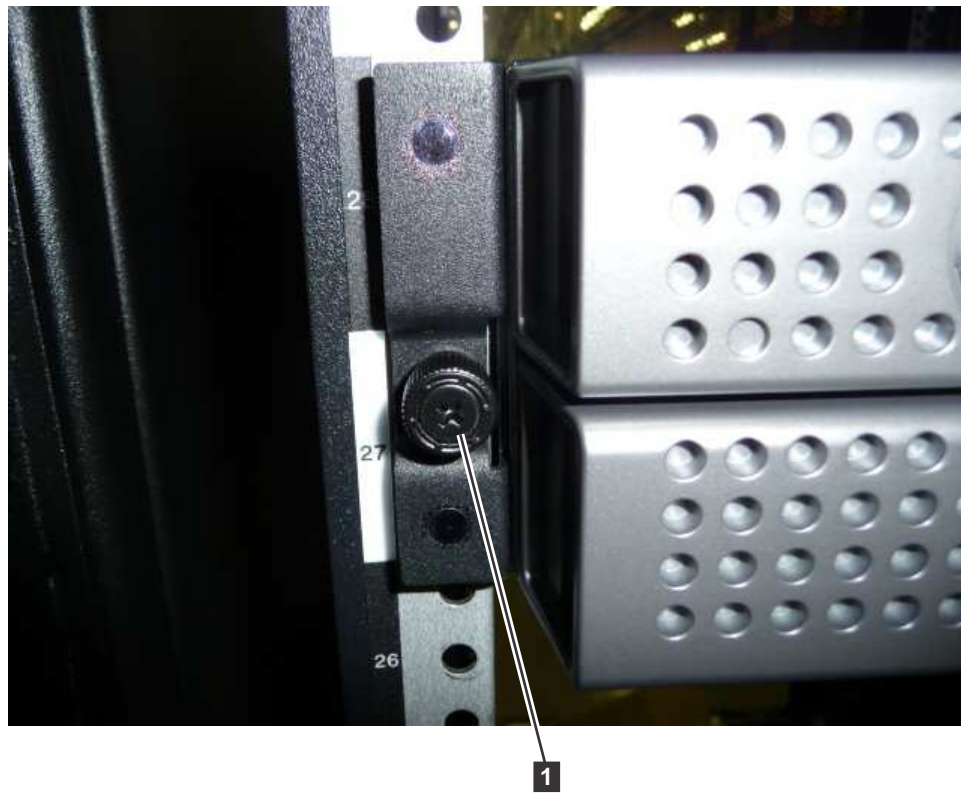
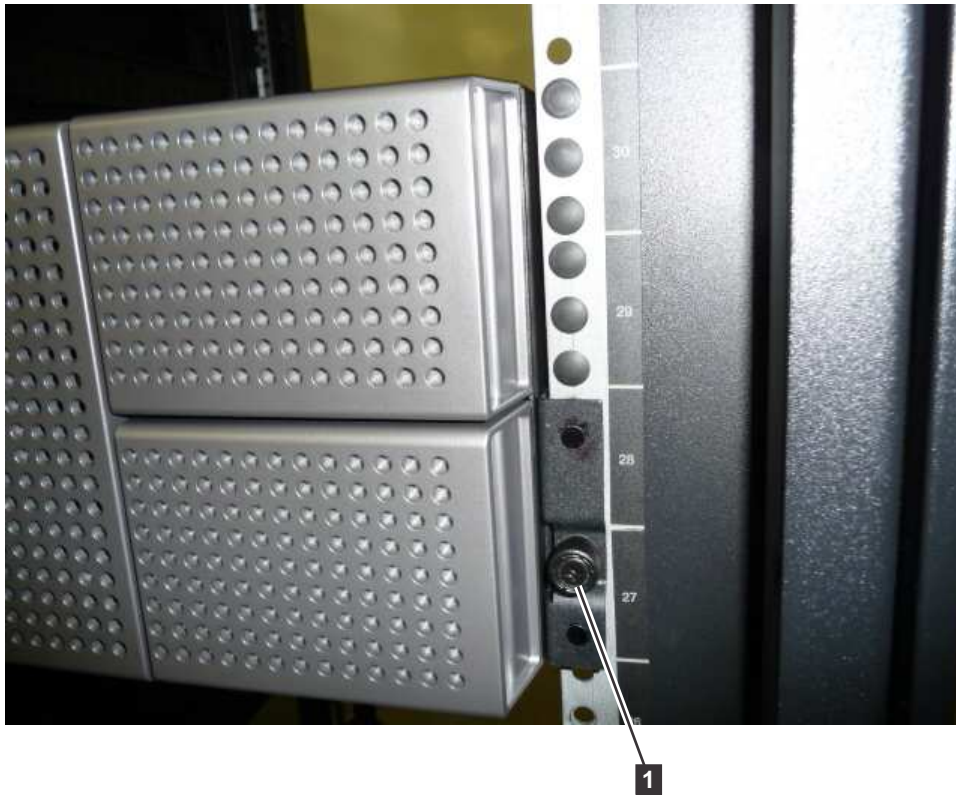

Abbildung 35. 2U-Kassettenarchiv am Rack befestigen
Abbildung 36. 4U-Kassettenarchiv an Rack befestigen
Abb. 35 oder Abb. 36 auf Seite 54).
9. Installieren Sie entweder die runden oder die rechteckigen Abdeckungen zum Verschließen der Rackbohrungen für das 4U-Kassettenarchiv (siehe Abb. 36). Für jede Seite sind 6 Abdeckungen verfügbar (also insgesamt 12).